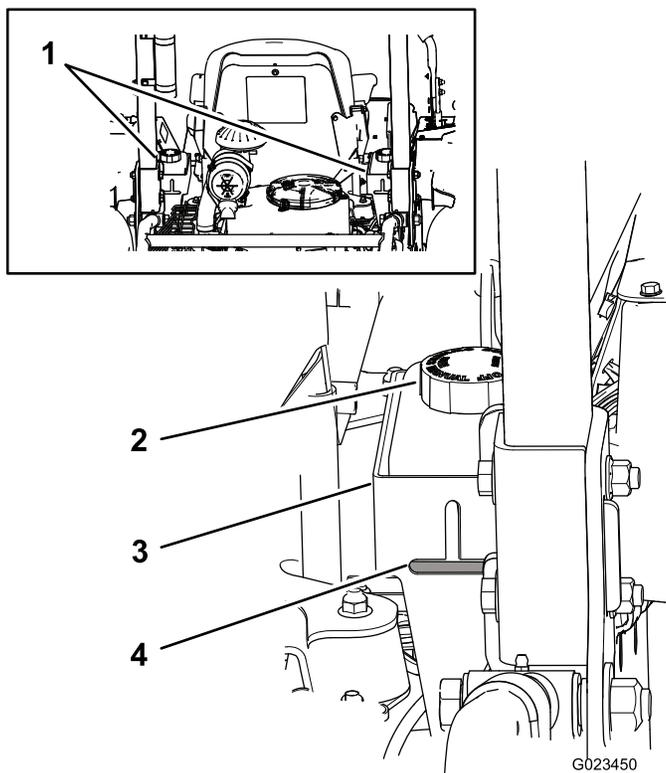

图 18
机器的两个液压油箱在出厂时已加满高品质液压油。检查液压油的最佳时间是液压油冷却时。机器应处于行走配置中。如果液压油油位低于液压油箱（图18）背面的观察窗口水平部分的顶部，请添加液压油，直至液压油油位达到可接受的油位。**切勿将油箱加得过满。**如果液压油油位位于观察窗口水平部分的顶部，则无需添加。推荐的替代液压油为：
注意：液压油油位应达到每个开口的底部，如 **图 18** 中所示。
- A. 清洁液压油箱盖周围的区域，防止杂物进入系统（**图 18**）。